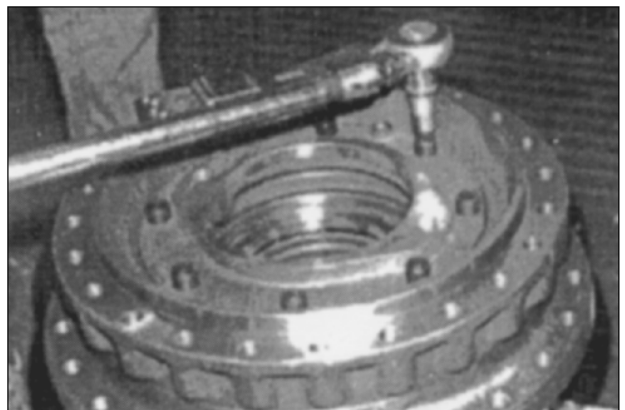

Рис. 127
36. Закрепите фланец мотора на ступице. Рис. 127.